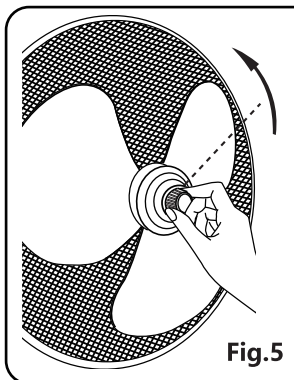

Fig.5
2. Coloque el aspa en el eje motor. Asegúrese de que el eje motor se ajusta en el orificio del aspa. Gire el rotor en el sentido contrario de las agujas del reloj para ajustar el aspa. (Fig. 5)